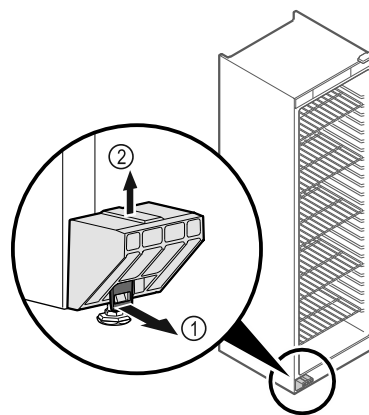

Fig. 4
▶ Beugel Fig. 4 (1) naar voren trekken.
▶ Transportbeveiliging Fig. 4 (2) naar boven toe lostrekken.